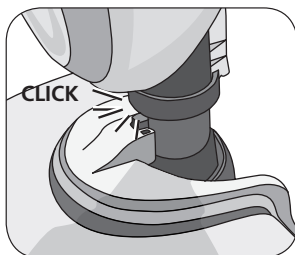
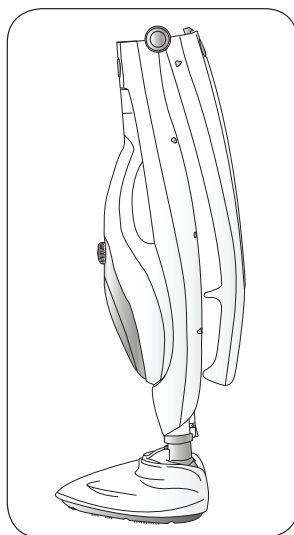

Fig. 11
Fig. 12
Rimuovere il panno. Inclinare in avanti l'apparecchio fino a chiudere lo snodo sulla testa vapore. Il corretto inserimento avviene con un "click" (Fig. 11). Avvolgere il cavo di alimentazione sui due ganci. Premere il pulsante di sblocco del manico (J) e chiudere l'apparecchio (Fig. 12).
Affinché l'apparecchio sia stabile in posizione verticale occorre bloccare lo snodo sulla testa vapore (Fig. 11).